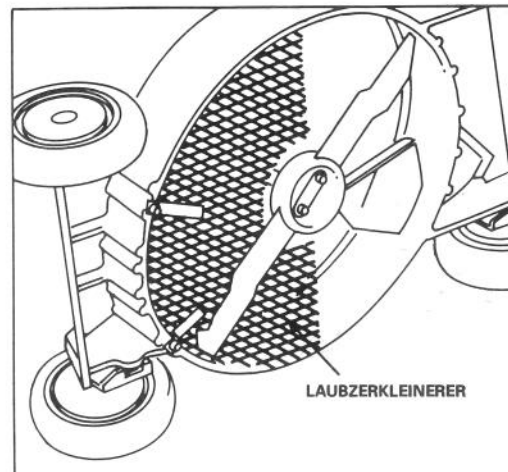

Bild 6
**LAUBZERKLEINERUNG** — Im Herbst reduziert der als Option verfügbare Laubzerkleinerer (Bild 6) das Laub zu einem Bruchteil seiner ursprünglichen Größe, während Sie das Auffangen vornehmen. Er reduziert die Anzahl der Arbeitsunterbrechungen und der zur Abfallbeseitigung benutzten erforderlichen Säcke auf ein Minimum.